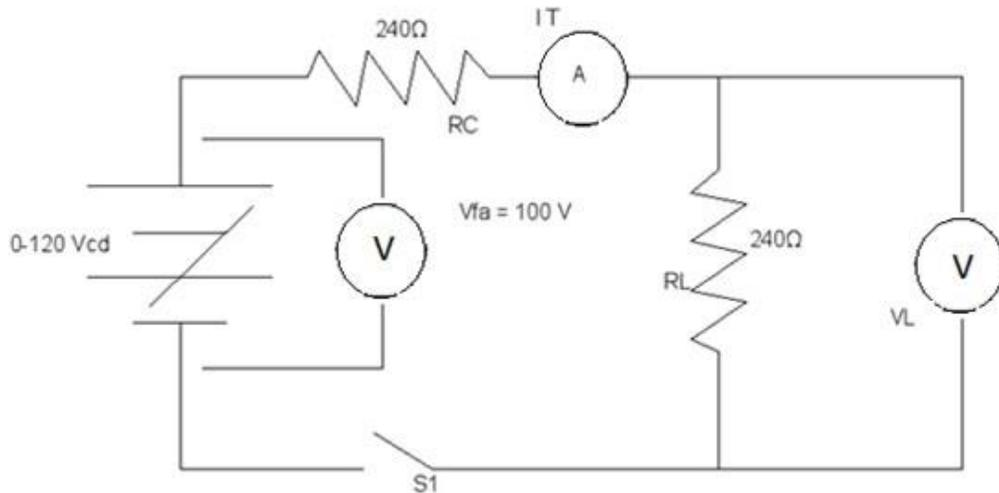

Figura 3. Circuitos para el procedimiento A1.
- A1. Con la alimentación apagada y el interruptor S1 abierto, arme el circuito de la figura 3.